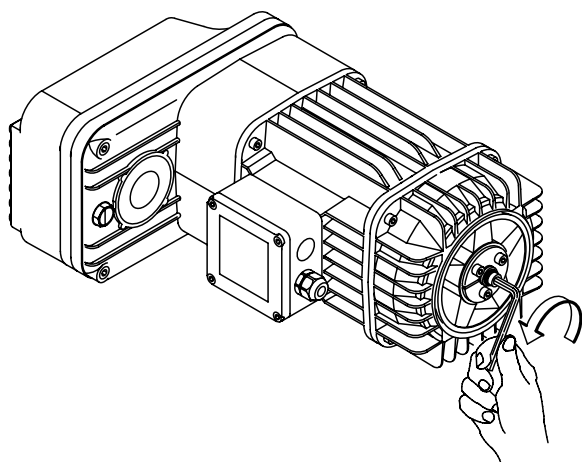

fig. 155
1. Allentare la vite centrale a testa cava esagonale (fig. 155).